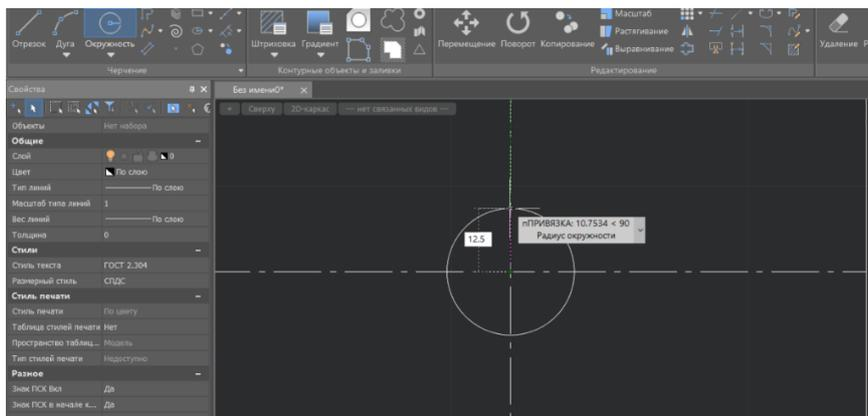
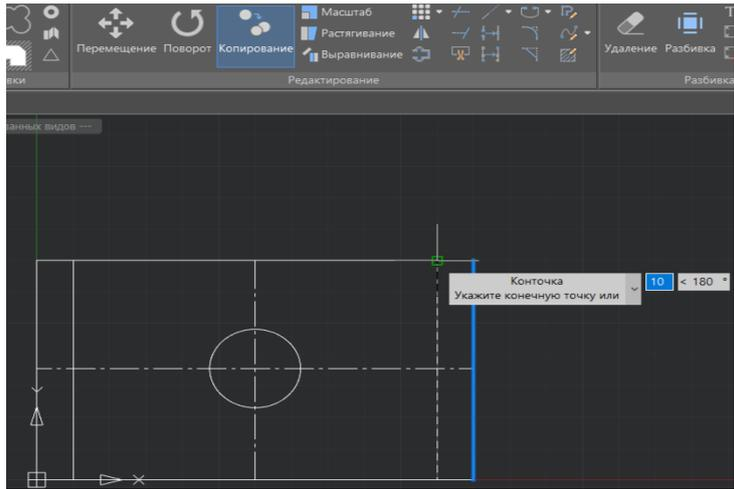

Рис. 3.39
Рис. 3.40
3. Проводим окружность из центра радиусом 12.5 мм. (диаметр 25 мм.) (рис. 3.39) Чертим линии от центра на расстоянии 50 мм по X. Можно использовать функцию «Копирование», чтобы скопировать боковые линии в сторону центра на 10 мм с каждой стороны (рис. 3.40)